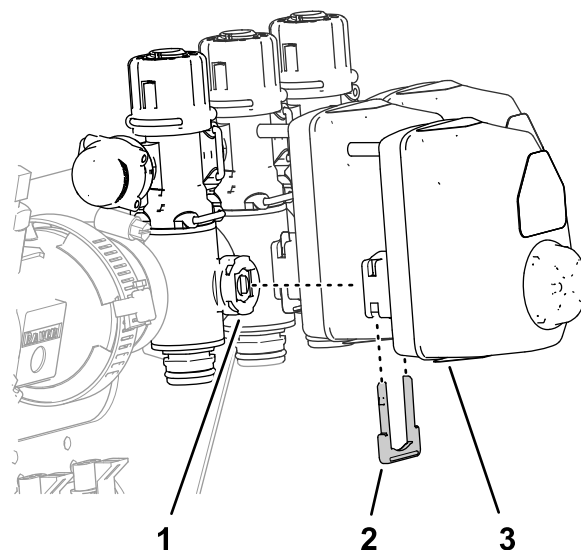

図 64
1. 左ブームバルブ、中央ブームバルブ、右ブームバルブにある全部で 3 つのバルブアクチュエータを固定しているリテーナ 3 個を外す 図 64。
2. 左ブームバルブ、中央ブームバルブ、右ブームバルブから、バルブアクチュエータを外す 図 64。
10. 左ブーム、中央ブーム、右ブームのそれぞれのバルブに、バルブアクチュエータ全部で3個を取り付ける (図 64)ステップ 1で外したリテーナを使用する。